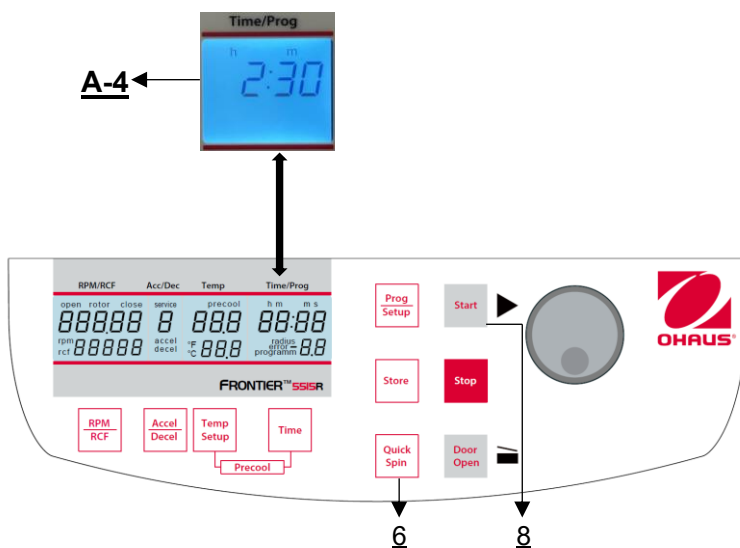

Figura 26
È possibile avviare la centrifuga con il tasto **"Start"** (8) o con il tasto **"Quick Spin"** (6) (vedere Figura 26). Con il tasto **"Start"** (8) si possono avviare le corse memorizzate o quelle con parametri preselezionati manualmente. Al termine del tempo di funzionamento preselezionato, la centrifuga si arresta automaticamente. Con il tasto **"Quick Spin"** (6) è possibile avviare corse della durata di pochi secondi.